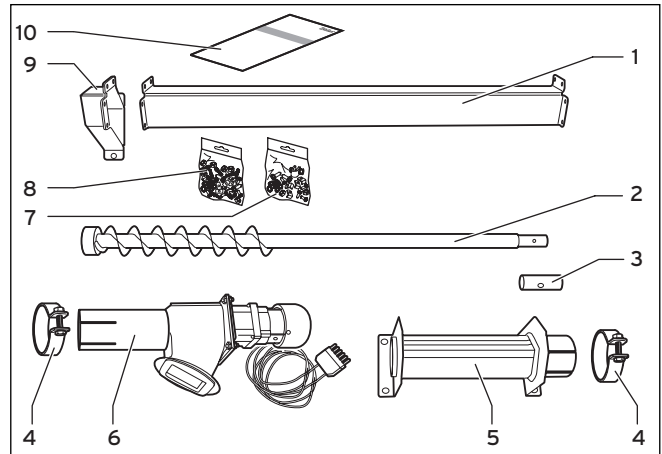
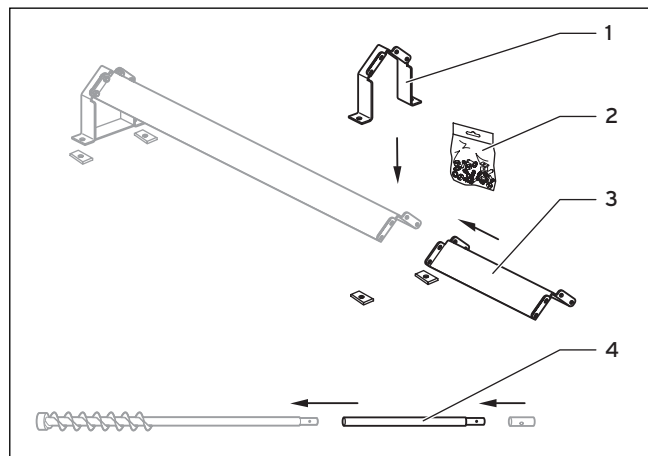

Fig. 4.2 Volumen de suministro del paquete básico
Fig. 4.4 Volumen de suministro de prolongación 1 y 2
- Atornille el alojamiento de la pieza final (→ Fig. 4.2, Pos. 9) con la descarga de presión (→ Fig. 4.2, Pos. 1).
- Puede prolongar la descarga de presión (→ Fig. 4.2, Pos. 1) en el depósito de pellets hasta un máximo de 4 m con otras piezas de ampliación (→ Fig. 4.4, Pos. 3).
- Coloque el apoyo (→ Fig. 4.4, Pos. 1) desde arriba en la descarga de presión.
- Coloque el eje (→ Fig. 4.2, Pos. 2) y, en caso necesario, la prolongación del eje (→ Fig. 4.4, Pos. 4) debajo de la descarga de presión.
- Atornille la tapa de cierre (→ Fig. 4.2, Pos. 3) con el extremo del eje o de la prolongación del eje que entra en el pasa-muros (→ Fig. 4.2, Pos. 5).